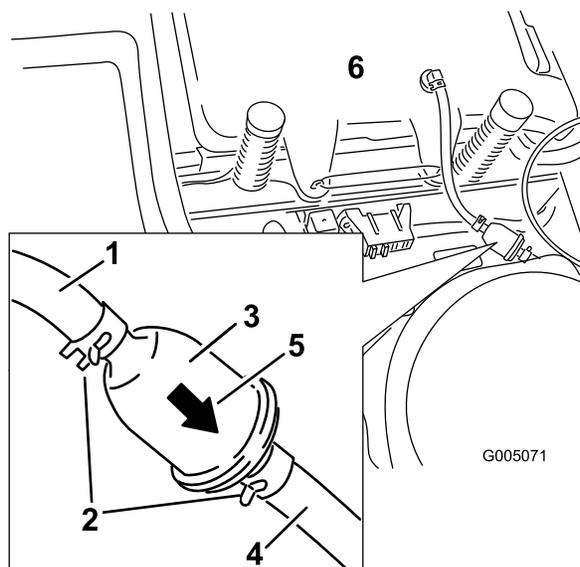

Figure 31
4. Pincez les extrémités des colliers et faites glisser ceux-ci pour les éloigner du filtre (Figure 31).
6. Montez un filtre neuf en veillant à pointer la flèche indiquant le sens d'écoulement vers le moteur. Rapprochez les colliers de flexibles du filtre (Figure 31) pour le fixer en place.